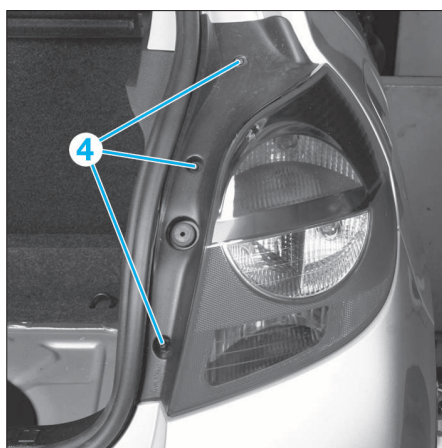

FIG. 113
- Déposer les vis de fixation (4) du feu arrière puis le tirer vers l'arrière (Fig.113).